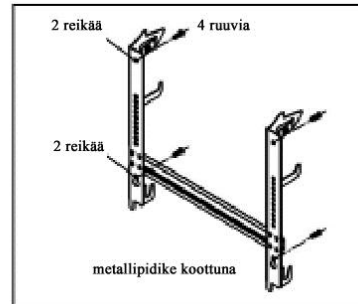

Fig. 2
- 2) Poraaseinään 4 reikää pidikkeen reikiä vastaaville kohdille. Kiinnitä pidike seinään mukana tulevilla ruuveilla. (fig.2)